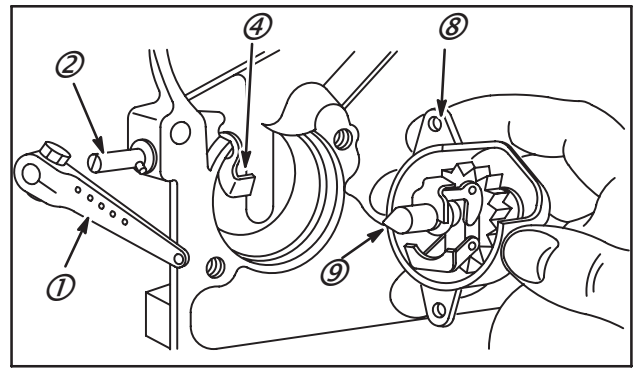

Fig. 16
1. Pousser l'axe du régulateur (2) dans le flasque, l'extrémité filetée à l'intérieur.
2. Monter la petite rondelle sur l'extrémité intérieure de l'axe, puis visser l'axe dans le poussoir (4) en tournant l'axe dans le sens anti-horaire.
3. Serrer fermement. Tourner l'axe de façon à avoir le poussoir (4) en position comme illustré, Fig. 16.
5. Enfoncer la goupille élastique (3). La goupille doit être enfoncée à fond, de façon à ne dépasser que d'un côté.
7. Maintenir le boîtier en position verticale (normale) (8) puis monter le boîtier avec le pignon de telle sorte que le toucheau en acier (9) pose sur le poussoir.